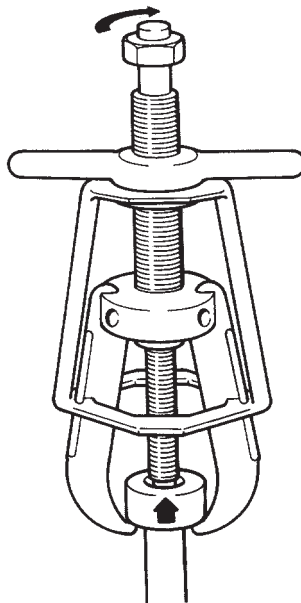

Abbildung 4
6. Sicherstellen, daß die Mittellinie der Abziehvorrichtung an der Mittellinie der Welle der abzuziehenden Komponente ausgerichtet ist. Nur Handwerkzeuge verwenden, um den Mittelbolzen so anzuziehen, daß die Komponente von ihrer Welle abgezogen wird. (Siehe Abbildung 4.)